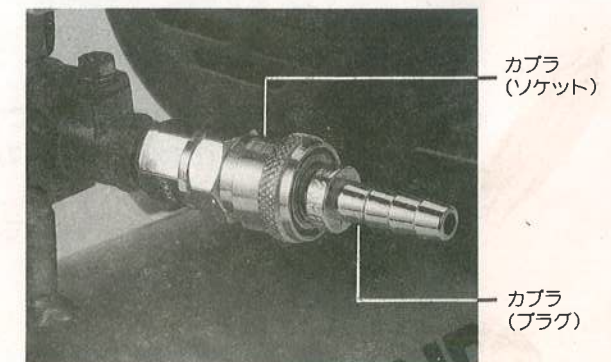

図3
- オイル注入キャップは輸送中オイルモレ防止のため空気穴のない注入キャップがついています。空気穴のついたものが袋の中に入っていますのでご使用前にオイル注入キャップを交換してからご使用下さい。(図3参照)